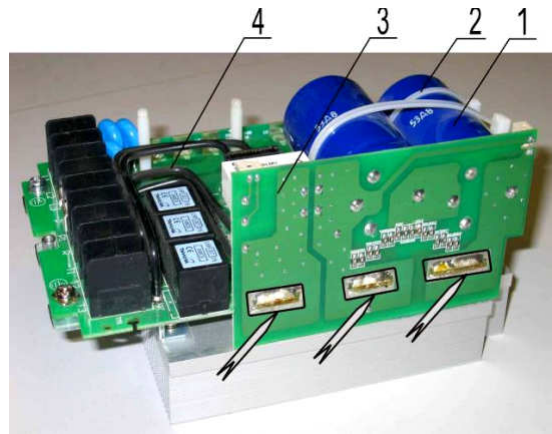

Рис. 6.12
6.8.1. Разрезать стяжку (2) крепления конденсатора (1) к плате драйверов (4) (рис. 6.12).
6.8.2. Отпаять плату конденсаторов (3) (рис. 6.12). Места пайки показаны на рисунке стрелками. Положить плату в тару.